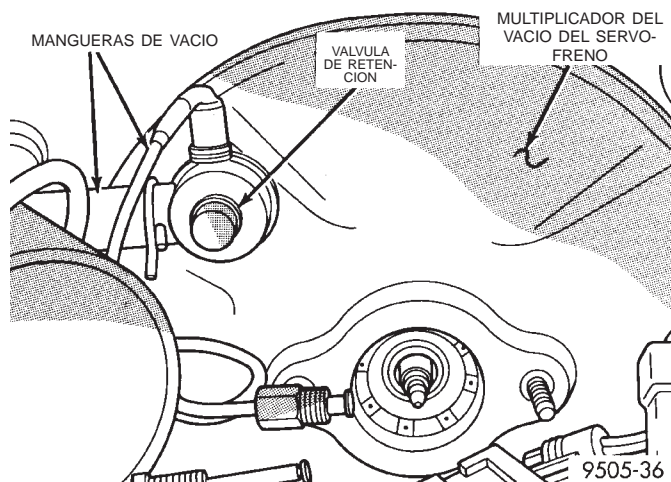
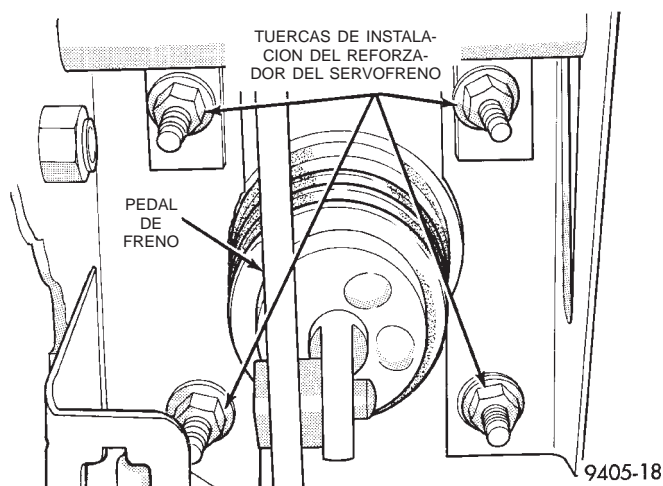

Fig. 119 Válvula de retención del reforzador del vacío del servofreno
Fig. 121 Instalación del reforzador del servofreno
(8) Desconecte las mangueras de vacío de la válvula de retención en el reforzador del vacío del servofreno (Fig. 119). **No retire la válvula de retención del reforzador del vacío del servofreno.**
(11) Retire las 4 tuercas que fijan el reforzador del vacío del servofreno al salpicadero (Fig. 121). Se puede acceder a las tuercas desde debajo del tablero de instrumentos, en la zona de la columna de dirección y el soporte del pedal de freno.
(1) Coloque el reforzador del servofreno sobre el salpicadero.
(2) Instale las 4 tuercas de instalación del reforzador del vacío del servofreno y apriételas con una torsión (Fig. 121) de 29 N·m (250 libras pulgada).
(3) Con una placa de lubricación, o un equivalente, revista la superficie del pasador del pedal de freno donde hace contacto con la varilla de entrada del reforzador del vacío del freno.
(4) Conecte la varilla de entrada del reforzador del vacío del servofreno al pasador del pedal de freno e instale un collarín de retención NUEVO. **Utilice únicamente un collarín de retención nuevo. NO UTILICE el collarín usado.**
(5) Conecte todas las mangueras de vacío retiradas anteriormente en la válvula de retención del reforzador del vacío del servofreno (Fig. 119).
(6) Si el vehículo tiene instalado el sistema ABS, instale la HCU. Para informarse sobre el procedimiento requerido, consulte Unidad hidráulica de control del sistema de frenos antibloqueo, en la sección Desmontaje e instalación del sistema de frenos antibloqueo, en este manual de servicio.